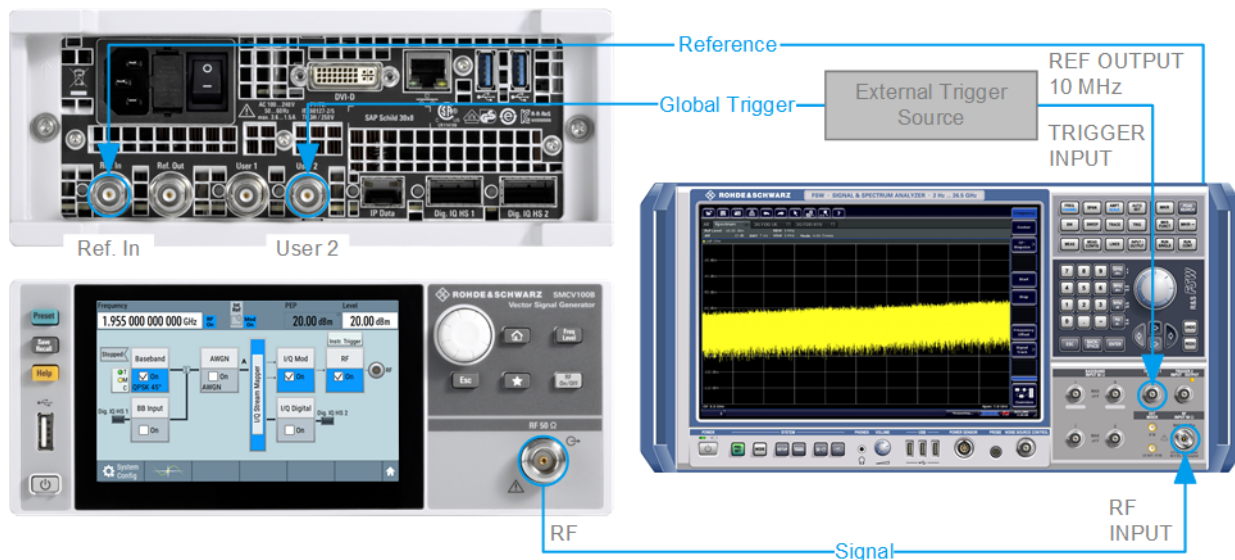

Рис. 3-11: Упрощенное представление схемы измерения**
1. Используйте подходящий кабель для соединения внешнего источника запуска с разъемом "User" 2 прибора R&S SMCV100B. См. рис. 3-11.
На рис. 3-11 показано место расположения разъемов и описан принцип их подсоединения. На практике, анализатор, скорее всего, будет «заменен» на ИУ, например, базовую станцию (БС).